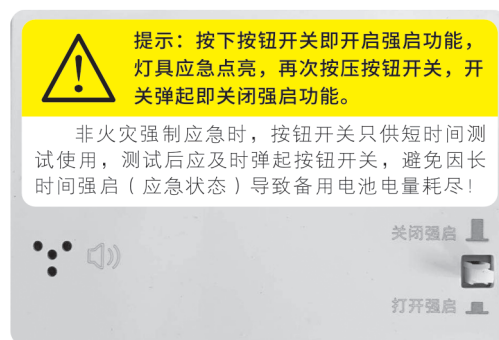

图9
(3)、模拟试验：在主屏时，按【测试】键，模拟应急，显示屏显示【N#系统强启】，应急指示灯点亮（如图9）。
(4)、系统强启：打开机箱柜门，按下开关即【打开强启】，显示屏显示【N#系统强启】，应急指示灯点亮，再按下开关即【关闭强启】（如图9）。